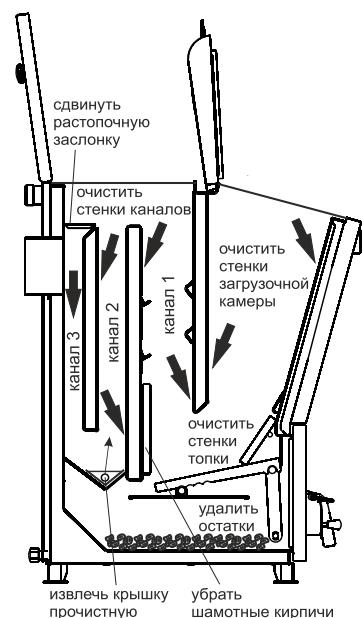

Рис.8 Схема чистки котла
7.3.3. Чистку котла от смолистых отложений и сажи рекомендуется производить на прогретом 80°C теплоносителе в котле не реже одного раза в три месяца в следующей последовательности (см.Рис.8):